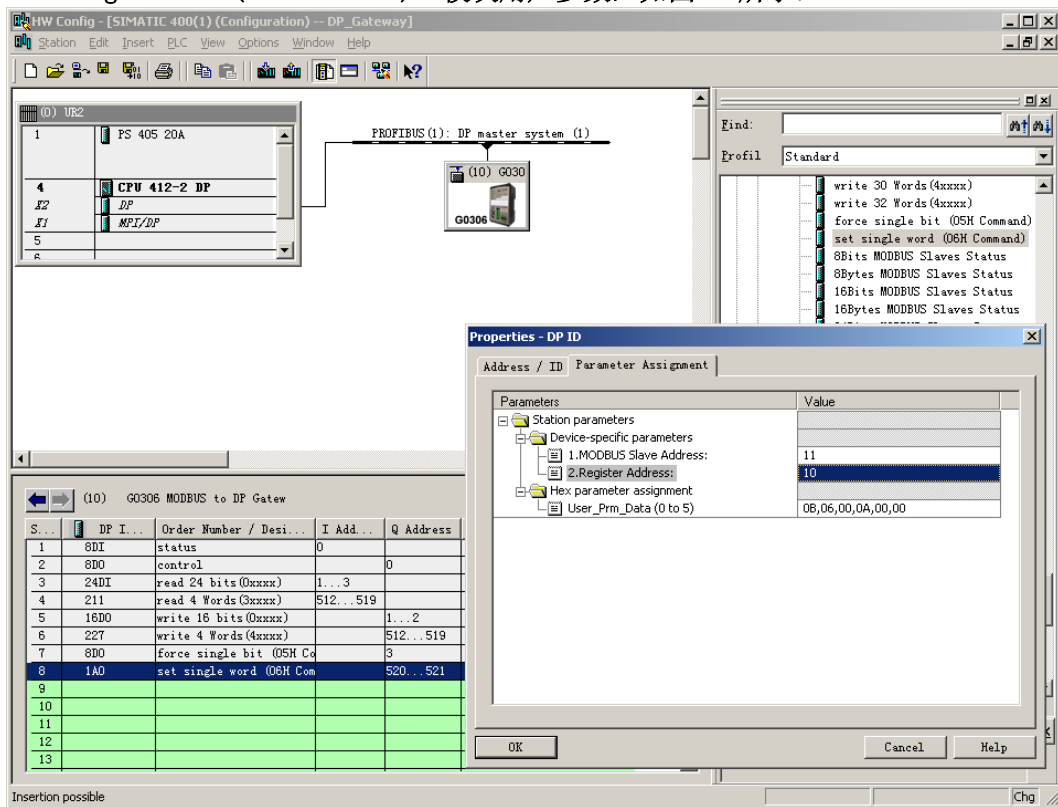

图 32 配置“set single word (06H Command)”模块用户参数
b) 配置“set single word (06H Command)”模块用户参数，如图 32 所示：
“1. MODBUS Slave Address:” ⇒ 键入 Modbus 从站地址 11，如图 32。
“2. Register Address:” ⇒ 键入欲写入寄存器 4xxxx 的地址 40011，设置地址为 10 ⇒ “OK”，如图 32。